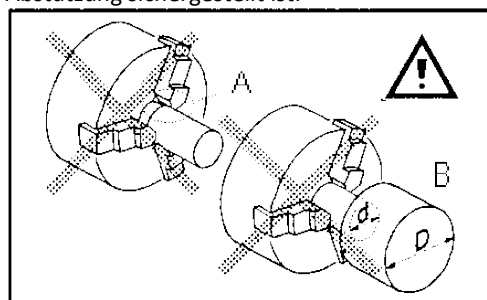

Abb. 10-4: Schlechte Aufspannung
Zu kurzen Klemmkontakt (A, Abb. 10-4) oder Einspannen schmäler Umfangsbereiche vermeiden (B). Das Werkstück mit der Stirnfläche korrekt aufspannen, damit eine bessere Abstützung sichergestellt ist.